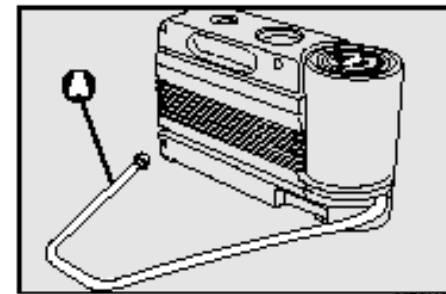
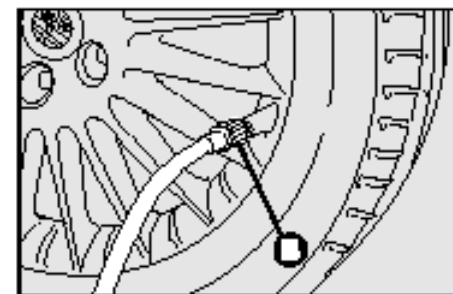

рис.17
рис.18
- отвинтить колпачок клапана шины, вынуть заливную трубку **A** – **рис. 17** и закрутите шайбу **B** – **рис.18** на клапан шины.